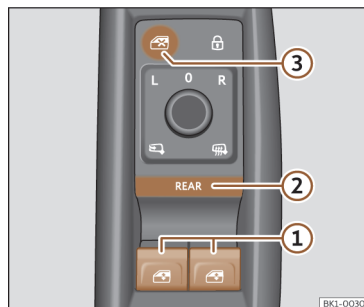

Abb. 69 Detail Fahrertür: Schalter für die Fenster.
- ① Tasten der elektrischen Fensterheber.
- ② Taster **REAR** zur Aktivierung der Bedienung der elektrischen Fensterheber hinten sowie für Komfortöffnen/Komfortschließen.
- ③ Taster zum Deaktivieren der Tasten der elektrischen Fensterheber an den Türen hinten.
Standardmäßig können die elektrischen Fensterheber der Vordertüren über die Tasten »» **Abb. 69** ① bedient werden.
REAR Drücken Sie kurz auf den Taster »» **Abb. 69** ②, um die Bedienung der elektrischen Fensterheber der Türen **hinten** zu aktivieren. Wenn die Bedienung der elektrischen Fensterheber der Türen hinten aktiviert ist, leuchtet die Tasterleuchte auf.
Betätigen Sie den Taster »» **Abb. 69** ③ zum Deaktivieren der Tasten der elektrischen Fensterheber an den Türen hinten. Wenn diese Tasten deaktiviert sind, erlischt die Tasterleuchte.